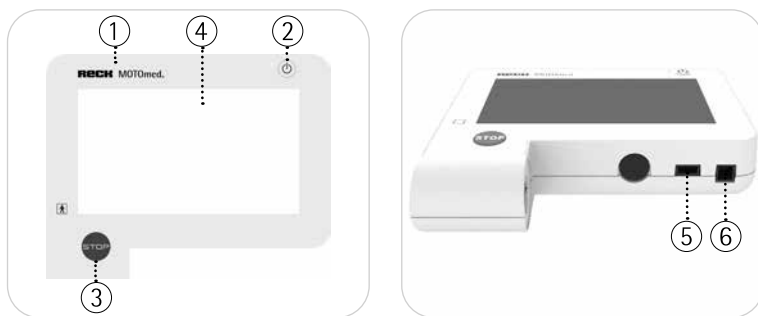

Fig. 5.1, 5.2
vezi Fig. 5.1 Apăsați tasta ‚Pornit/Oprit‘ ② și porniți MOTOmed.
vezi Fig. 5.1 Cu ajutorul tastei roșii „Stop”  puteți întrerupe în orice moment antrenamentul.